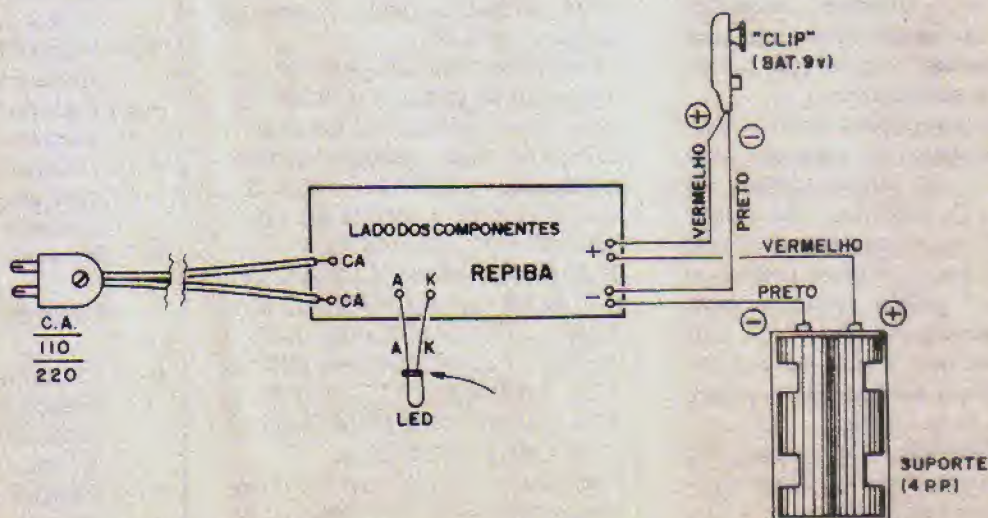

Fig. 4
- FIG. 4 - Diagrama geral da montagem, enfatizando as conexões externas à placa (esta ainda vista pelo lado não cobreado). ATENÇÃO à posição do LED, cujo terminal de **catodo** (K) é marcado por um pequeno chanfro lateral (além de ser o mais curto dos dois), indicado pela setinha, na figura. ATENÇÃO também à polaridade (codificada - como é norma - com **vermelho** para o **positivo** e **preto** para o **negativo**) dos